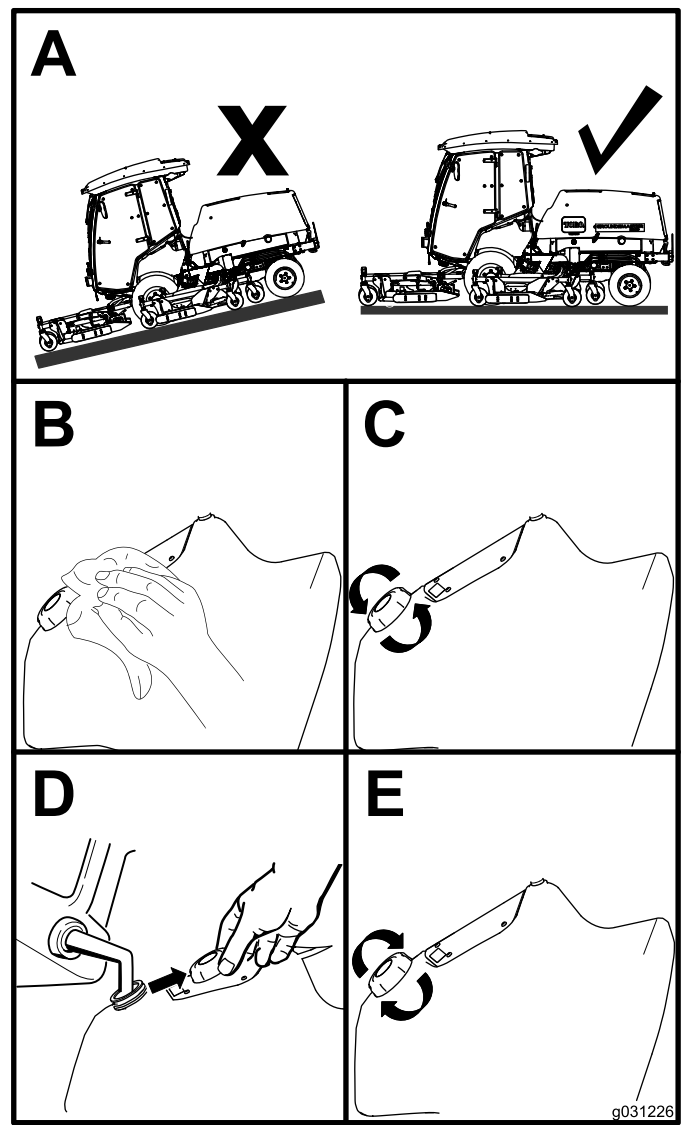

Figura 31
1. Estacione a máquina numa superfície plana (Figura 31).